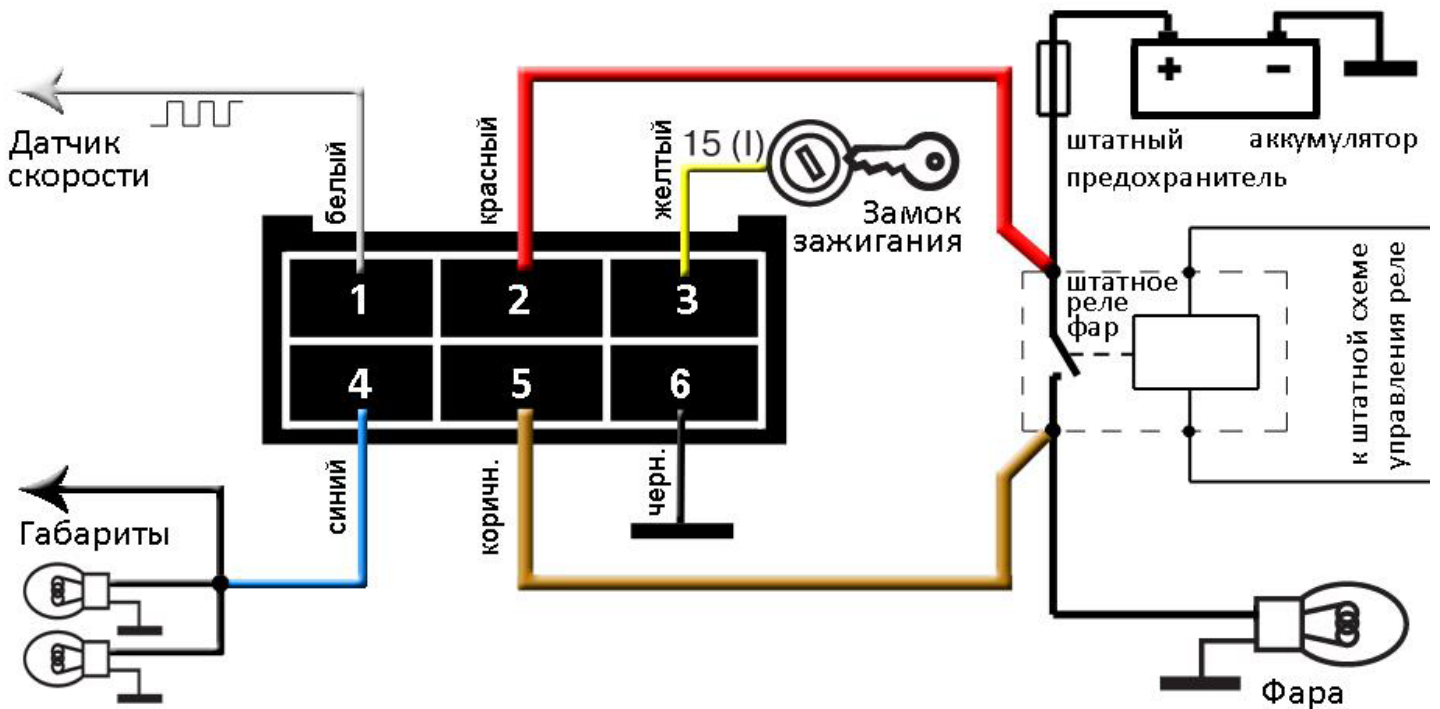

Рисунок 1
2. **Питание силовой части 12V** (сечение 1мм²). Подключается к проводу, в непосредственной близости от контакта штатного реле включения света, который подключен к напряжению питания – плюсовой клемме аккумулятора (см. рис.1).
5. **Дальний свет** (сечение 1мм²). Подключается к проводу, подключенному к контакту штатного реле включения света лампам дальнего света, который подключен к лампам фары (см. рис.1). Точка подключения должна быть как можно ближе к реле.
5. **Корпус для силовой части** (сечение 1мм^2). Подключается к проводу, в непосредственной близости от контакта штатного реле включения света, который подключен к напряжению питания – плюсовой клемме аккумулятора (см. рис.1).